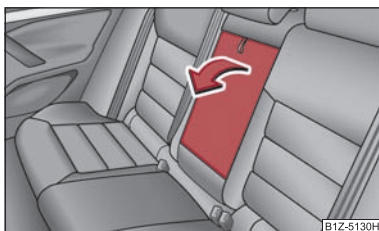

Fig. 63 Bancheta spate: Cotiera
- Cotiera poate fi pliată în jos trăgând de curelușă ⇒ fig. 63. ■